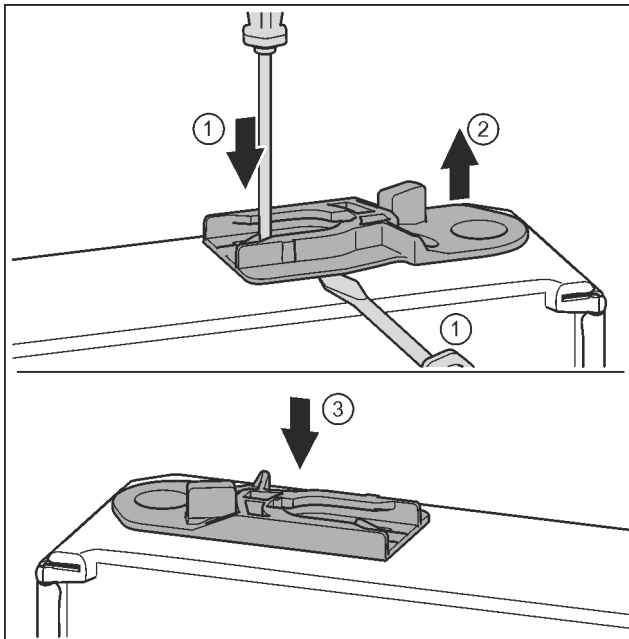

Fig. 35 *
- ▶ Extraer el casquillo de guía: presione la lengüeta con el destornillador para tornillos de cabeza ranurada y, al mismo tiempo, desplácela con el destornillador por debajo del casquillo de guía. Fig. 35 (1, 2)*
- ▶ Introduzca el casquillo de guía incluido en el suministro en el otro lado de la carcasa. Fig. 35 (3)*